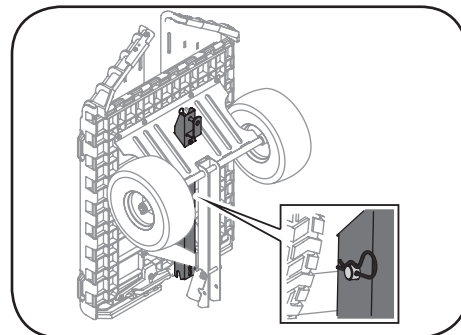

Figure 6-1
6. Placez la remorque en position verticale comme indiqué à la Figure 6-1.
7. Faites glisser l'attache de remorque dans l'ouverture du support de la remorque. Voir Figure 6-1.
8. Fixez l'attache de remorque en place à l'aide de la goupille d'attelage et la goupille fendue. Voir Figure 6-1.